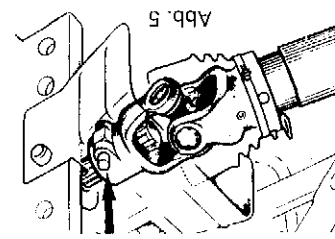

Abb. 5
24. Die Kreuzgelenke sind so weit auf die beiden Vielkeilzapfen aufzuschieben, bis die eingedrückten Schiebersteifte (Abb. 5) wieder zurückspringen.
- 24) The universal joints must be pushed onto the two spline shafts to the extent that the retaining pins are pushed out (Fig. 5).
24. Emmancher les joints à cardan sur les deux bouts d'arbre cannelés jusqu'à ce que les goupilles enfoncées reviennent en arrière (fig. 5).
24. I giunti cardanici devono essere spinti sui due alberi scanalati fino a quando gli spinotti rientranti (fig. 5) scattano all'infuori.